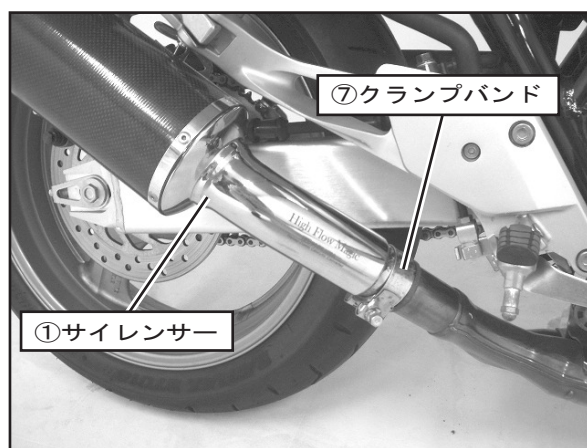

FIG. 2
3. ①サイレンサーのテールパイプスリット部に⑦クランプバンドを通して車両に取り付け、⑦クランプバンドを仮締めして下さい。(FIG. 2参照)